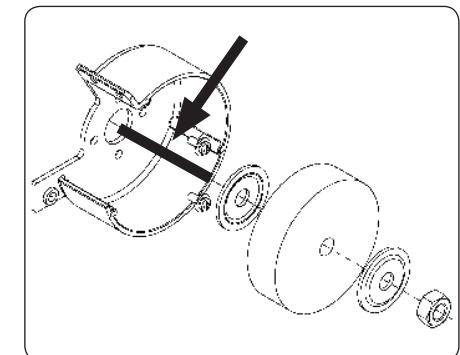

Abb. 11
- ⇒ Die installierte Schleifscheibe muss Abmessungen haben, wie sie in den technischen Daten bzw. in Tabelle 3 aufgeführt sind, und muss mit Original-Befestigungselementen des Herstellers befestigt sein. Zum Einspannen der Schleifscheibe müssen immer beide Unterlegscheiben auf beiden Seiten der Scheibe benutzt werden, deren glatte Seite zur Schleifscheibe angelehnt wird, siehe Abb. 11.